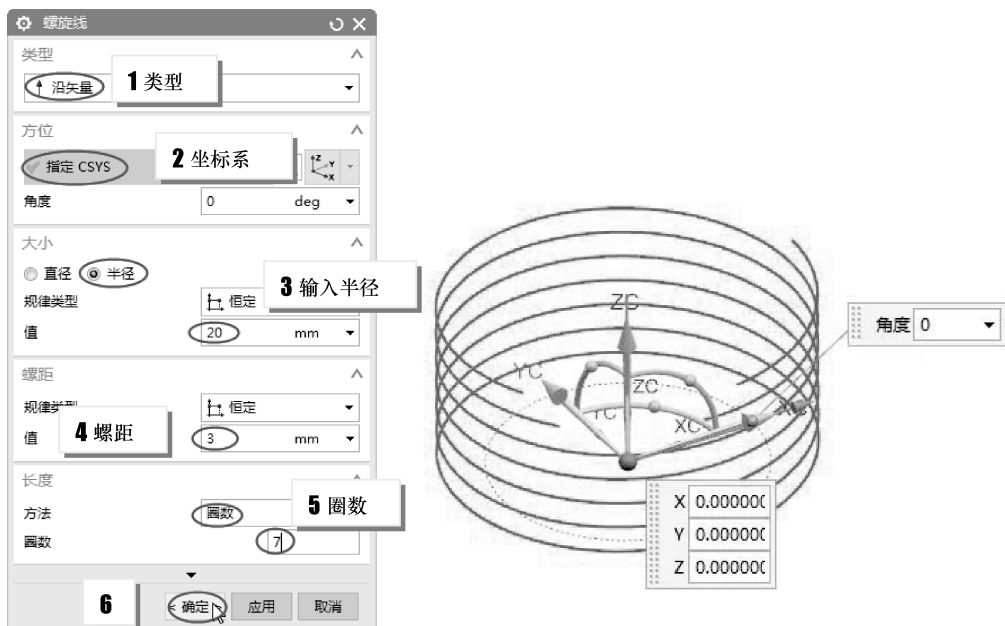

图 5-40 螺旋线
- 03 输入螺旋线的半径、螺距和圈数。指定原点坐标系后, 单击【确定】按钮, 退出【螺旋线】对话框, 如图 5-40 所示。